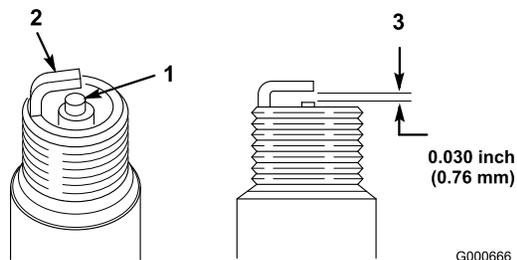

Figure 29
1. Examinez le centre de la bougie (Figure 29). Si le bec de l'isolateur est recouvert d'un léger dépôt gris ou brun, le moteur fonctionne correctement. S'il est couvert d'un dépôt noir, c'est généralement signe que le filtre à air est encrassé.
2. Contrôlez l'écartement entre les électrodes centrale et latérale (Figure 29) et pliez l'électrode latérale si l'écartement est incorrect.